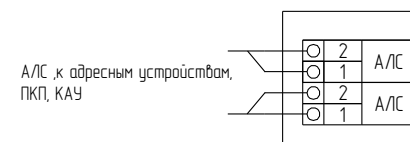

Рисунок 4
6.9 Подключить провода АЛС к клеммной колодке (см. рисунок 4). Номинальное сечение проводов АЛС от 0,35 до 1,5 мм².